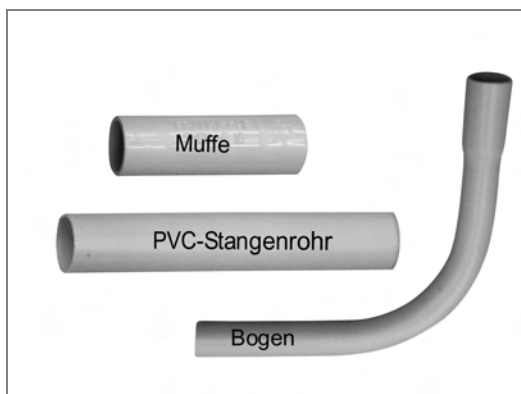

Abb. 66: PVC-Stangenrohr mit Muffe und Bogen
- b) **PVC-Stangenrohre** nach Abb. 66 in die – ähnlich wie in die flexiblen Rohre – einzelne Leiter (isolierte Kupferdrähte) hineingezogen werden. Abhängig von dem Querschnitt, von der Anzahl der vorgesehenen Leiter und von der Länge der Leitung, wird auch hier überwiegend ein Rohrdurchmesser von 13,5 mm oder 16 mm verwendet (dies sind die zwei gängigsten Durchmesser, mit denen man üblicherweise gut zurechtkommt).